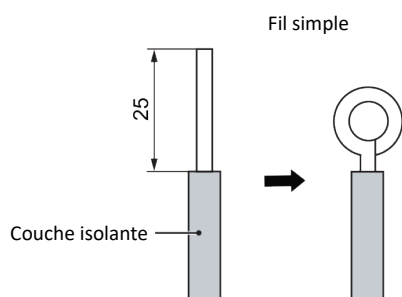

Fig.5.1.1
① Connexion du fil (comme indiqué sur la Fig.5.1.1)